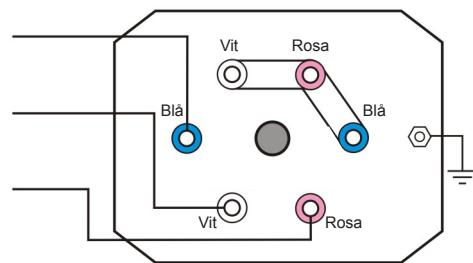
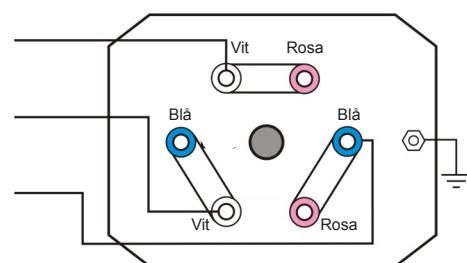

Bild 4
Bild 5
- Elvärmaren är vid leverans kopplad för 400V 3-fas, se bild 4 + elschema sid 7, men kan kopplas om till 230V 3-fas, se bild 5 + elschema sid 8 (gäller alla varianter utom 72kW).
- Inkommande kablage till kontaktorer skall säkras av enligt tabell för aktuell driftspänning, se bild 4 eller 5.
Elvärmaren är vid leverans märkt med typskylt och kopplad för 400V 3-fas (se bild 4) men kan kopplas om till 230V 3-fas. Inkommande kablage till kontaktorer skall då säkras av enligt tabell ovan, se bild 5 + elschema. OBS! Vid omkoppling skall även medföljande alternativ typskylt appliceras.